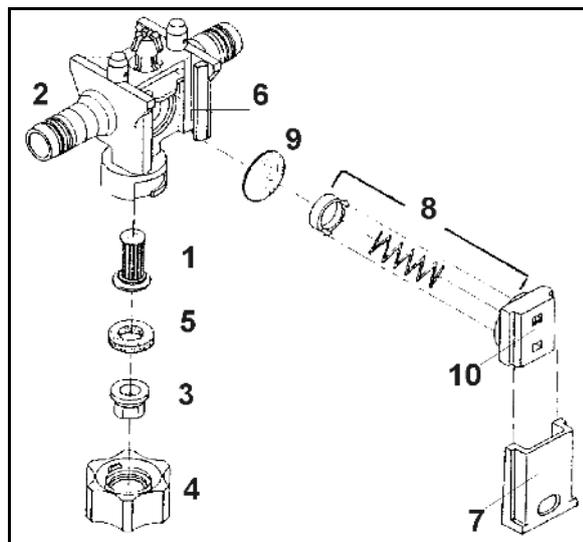

图 154
随时检查滑块（图 154/7）的位置。
- 为此，尽量以适度的拇指压力将滑块推入喷嘴主体（图 154/2）。
1. 将喷嘴过滤器（图 154/1）从下面插入喷嘴主体（图 154/2）。
2. 将喷嘴（图 154/3）放入卡口接头螺母（图 154/4）
3. 将橡胶密封件（图 154/5）放到喷嘴上。
膜片座（图 154/6）上的沉积物是造成喷杆关闭后喷嘴无法不渗漏的原因。如下清洁相应的隔膜：
1. 朝卡口接头螺母方向从喷嘴主体（图 154/2）中拉出滑块（图 154/7）。
2. 取出弹簧件（图 154/8）和隔膜（图 154/9）。
3. 清洁膜片座（图 154/6）。
注意弹簧件的正确安装方向。弹簧件外壳（图 154/10）左右侧向上、下倾斜的棱边在安装时必须沿喷杆型材方向呈上升趋势。